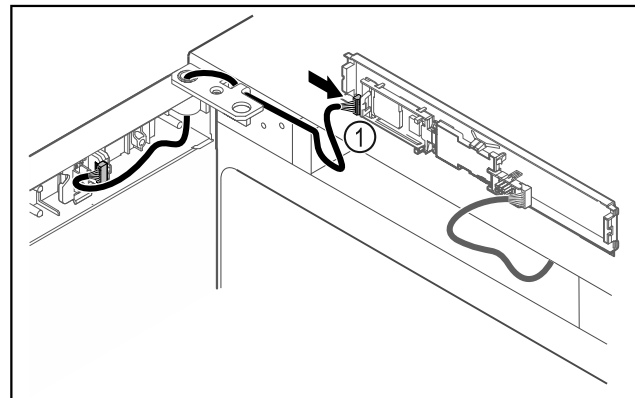

Fig. 38
- Stecker Fig. 38 (1) an Platine anstecken.